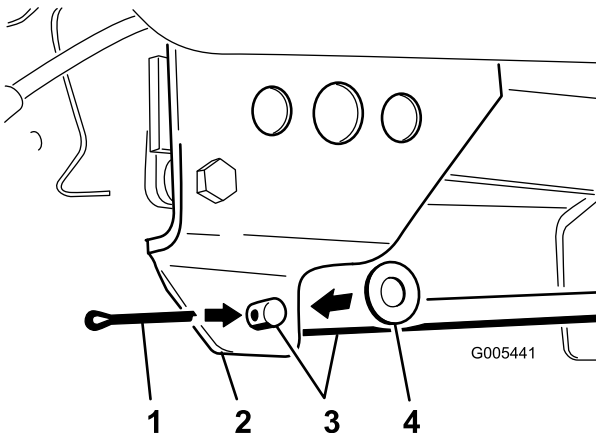

Bild 9
7. Montieren Sie das gebogene Ende der Hubstange (hinten von der großen Versatzhalterung nach außen) (Bild 9). Setzen Sie eine Scheibe über das herausragende Ende und befestigen Sie diese mit einem Splint.